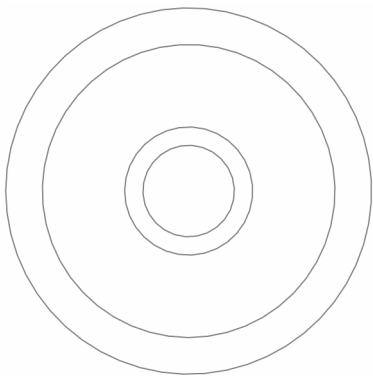

图 2-5 创建圆对象
(5) 执行操作后，即可创建圆对象，退出草图绘制环境，效果如图 2-5 所示。